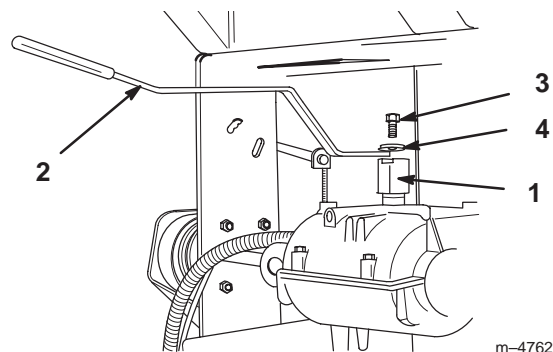

Figure 2
1. Alignez les blocs de montage avec les méplats de l'arbre en haut de la transmission et glissez-les sur l'arbre (Fig. 2).
5. Si ce n'est pas le cas, enlevez le levier et pliez-le légèrement pour le régler (Fig. 2).